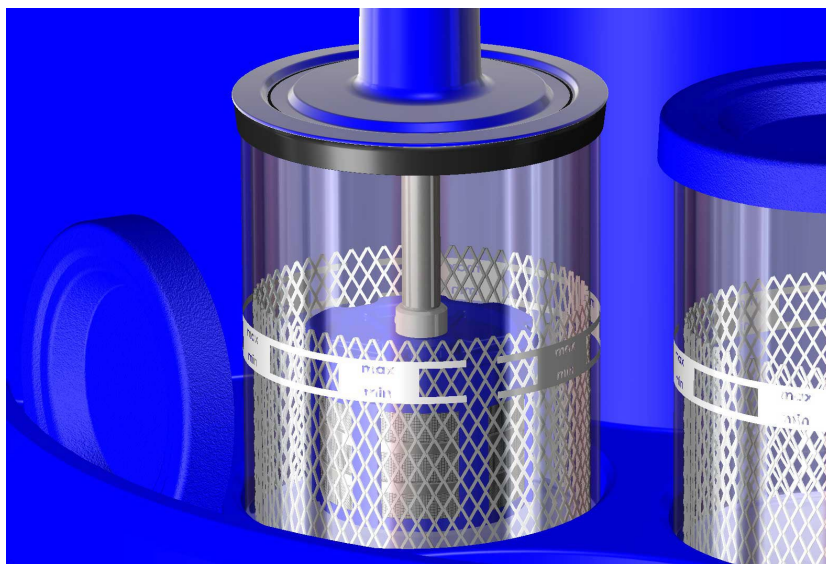

Fig. 3.8.5. Position Nettoyage/Rinçage (Position inférieure)
- Position inférieure: (dans le réservoir de fluide – dans le fluide de nettoyage/de rinçage) Position de nettoyage/de rinçage (*Fig. 3.8.5.*).